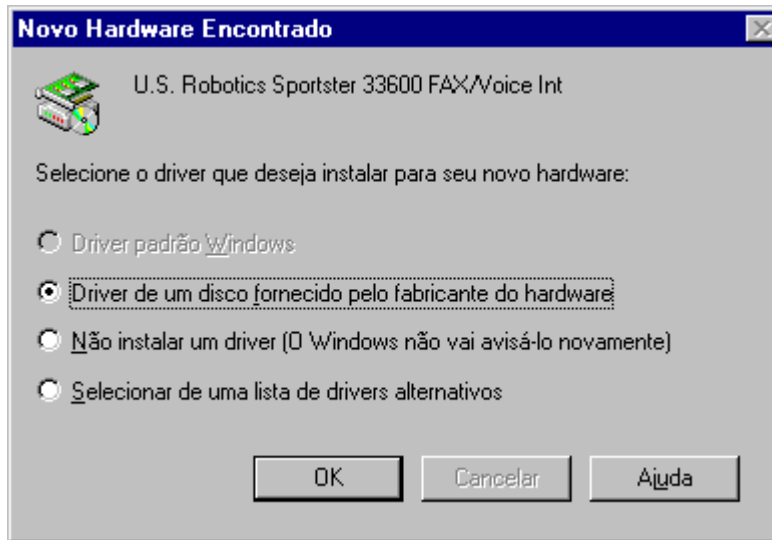

Figura 12 - Detectada a placa.
3. No caso de instalação de uma placa de modem de legado, podemos reservar a sua interrupção no CMOS Setup. Normalmente encontramos um item chamado PCI/PnP Configuration, onde podemos definir o uso de cada IRQ, sendo destinada a placas PnP ou a placas de legado. Ao escolher para uma IRQ a opção "legado", executamos um novo boot no Windows 95 e poderemos constatar pelo Gerenciador de Dispositivos que a IRQ estará agora livre. Se fizermos isto com o computador exemplificado na figura 12, reservando a IRQ9, sua antiga ocupante (S3 Trio 32/64 PCI) passará a usar outra IRQ, que poderá ser a 10, 11, 12 ou 15, dependendo de quais estejam livres. Com a IRQ9 livre, podemos desligar o computador e instalar a placa de modem de legado operando como COM3/IRQ9 ou COM4/IRQ9.
O processo de instalação Plug and Play é realmente simples, desde que existam recursos de hardware livres. Uma vez que tenhamos verificado a disponibilidade desses recursos, podemos conectar a placa em um slot livre e ligar o computador. Ao ser dada partida no Windows 95, o modem será automaticamente detectado. Será apresentado um quadro como o da figura 12, pedindo ao usuário que forneça os drivers para o modem detectado. Alguns fabricantes recomendam o uso do driver padrão Windows. Se for este o caso, será pedida a seguir a colocação de alguns dos disquetes de instalação do Windows 95. Em geral será fornecida também a opção de usar drivers fornecidos pelo fabricante. Existem ainda casos em que o dispositivo detectado não possui drivers padrão Windows, sendo o usuário obrigado a utilizar drivers fornecidos pelo fabricante. A palavra final será a do manual do dispositivo que está sendo instalado.